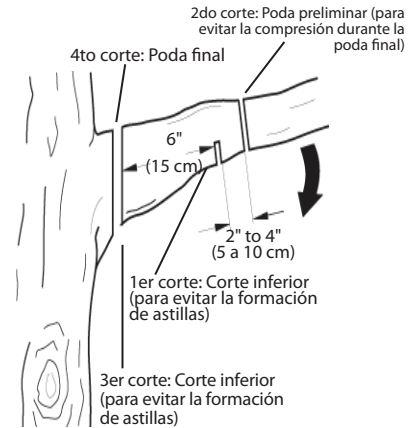

Figura 20- Poda de una rama
1. Haga el primer corte a quince centímetros del tronco del árbol, del lado inferior de la rama. Utilice el lado superior de la barra de guía para realisar este corte. Atraviese la rama hasta llegar a 1/3 de su diámetro. (vea la Figura 20).